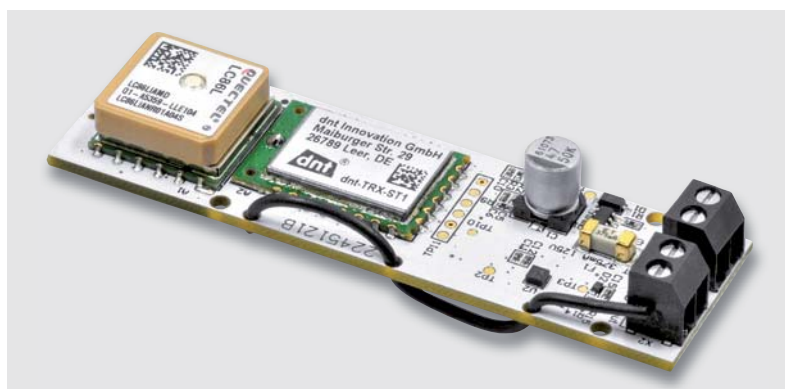

Bild 1: Der Bausatz ELV-LW-GPS1
Als GPS-Tracker für Autos, Fahrräder und Sportboote oder auch zur Überwachung von Land- und Forstmaschinen – die Einsatzgebiete eines GPS-Trackers sind sehr vielfältig. Sobald eine Gleichstromspannungsquelle (DC) zur Verfügung steht, kann der ELV-LW-GPS1 (Bild 1) eingesetzt werden. In verschiedensten Fahrzeugen kann das Gerät beispielsweise über einen 12-V-Bordstecker [1] an das 12/24-V-Bordnetz angeschlossen werden. Diese Art der Spannungsversorgung ist gerade bei Kraftfahrzeugen, Landmaschinen, Lkw und Sportbooten sehr weit verbreitet. Ebenso lassen sich Hobbyfahrzeuge wie Roller, Golfcarts oder beispielsweise Quads mit diesem Tracker versehen. Die Anwendungen können dabei sehr unterschiedlich sein. Der Fahrer des Sportboots möchte beispielsweise seine gefahrene Route aufzeichnen und nutzt die Bewegungserkennung, um dann zyklische Positionsbestimmungen auszuführen. Der Besitzer der Golfanlage möchte nur nach dem Abstellen der Carts den letzten Standort kennen, um vor der Schließung der Anlage die Standorte und Anzahl der Carts überprüfen zu können.